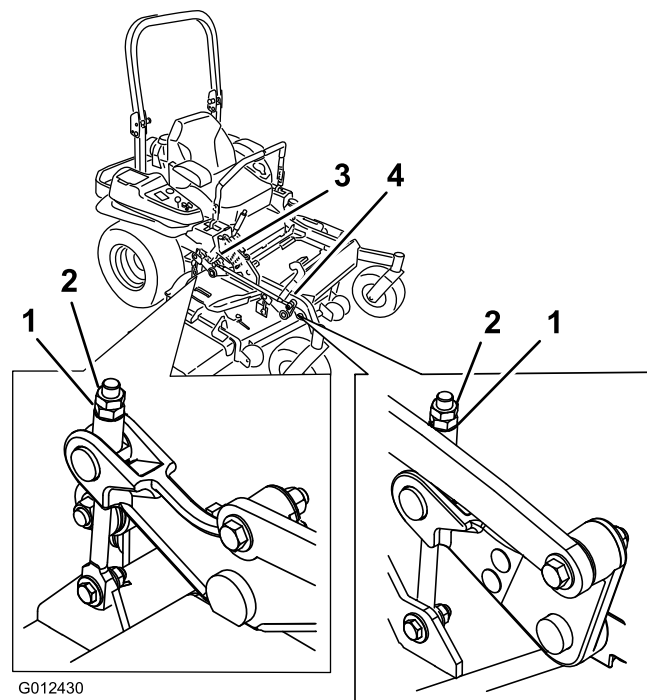

Figure 86
10. Ajustez précisément le serrage de l'écrou de réglage sur l'ensemble de relevage du plateau avant (Figure 86).
16. Ajustez précisément le serrage de l'écrou de réglage sur l'ensemble de relevage du plateau avant (Figure 86).